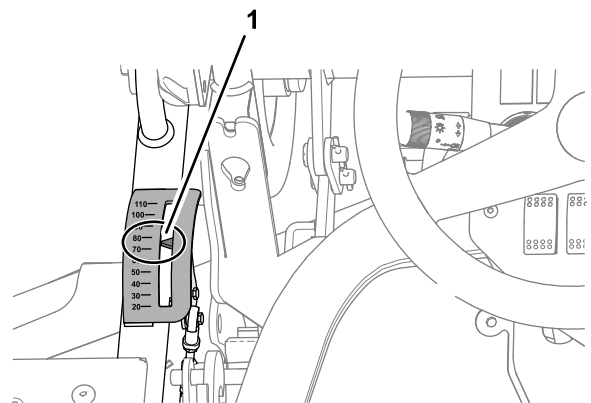
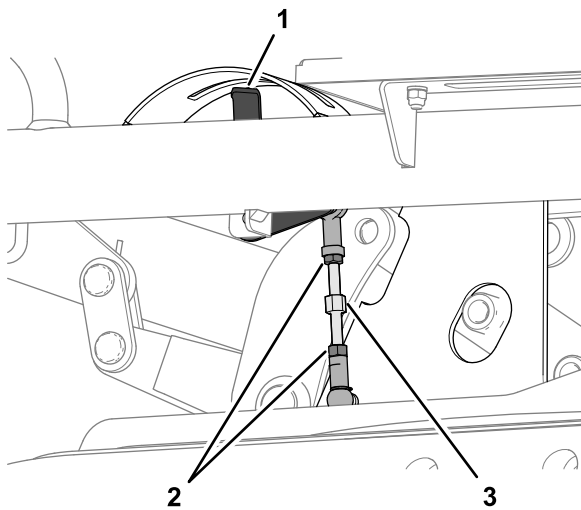

Figura 130
Figura 131
2. Siéntese en el asiento del operador y observe el puntero del indicador de la altura de corte (Figura 130).
- A. Afloje las 2 contratuercas que fijan el enlace de la altura de corte (Figura 131).
- B. Gire el enlace hasta que el puntero del indicador de la altura de corte esté alineado con la marca de 75 mm cuando se ve desde el asiento del operador (Figura 130 y Figura 131).
- C. Apriete las 2 contratuercas (Figura 131).